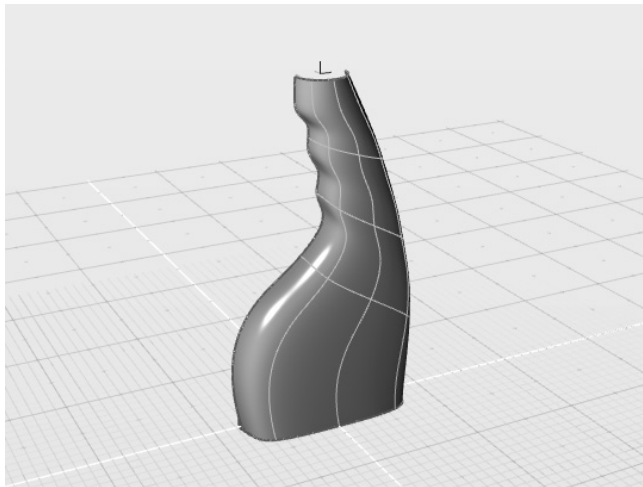

图 4-46 获得的放样曲面
2) 激活“放样”工具，当控制台提示“拾取剖面边界”时，依次选择两条剖面曲线，按〈Enter〉键或空格键确认；当控制台提示“拾取轨道边界”时，依次选择两条轨道曲线，按〈Enter〉键或空格键确认，得到图 4-46 所示的放样曲面。